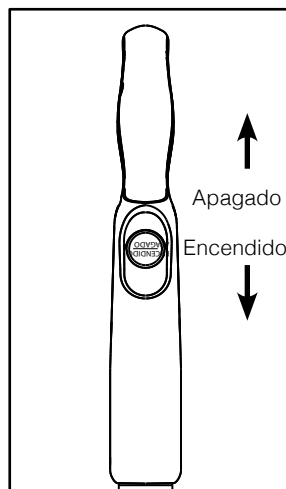

Fig. 3
- Para encender la aspiradora, presione el interruptor de encendido/apagado ubicado en la manija a la posición de encendido ("On") (Fig. 3).